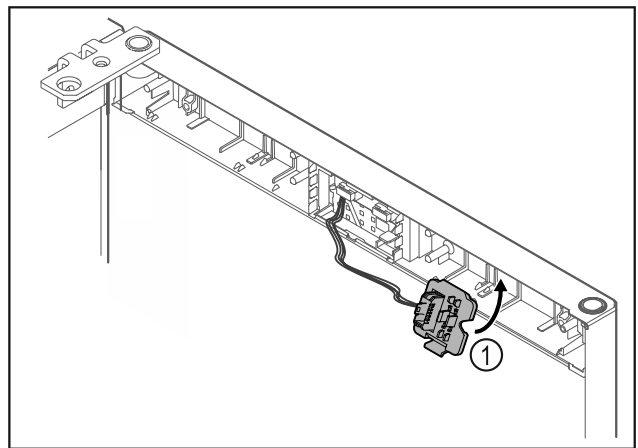

Fig. 16
- ▶ Steckerhalterung Fig. 16 (1) auf Gegenseite einrasten.*